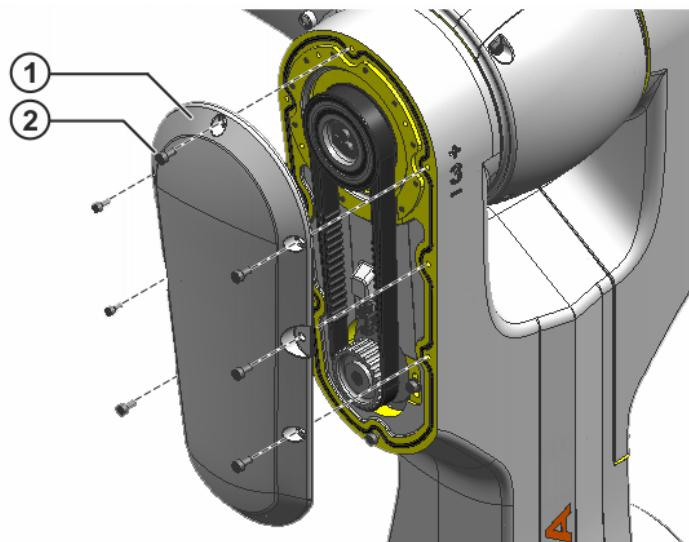

Abb. 9-3: Deckel A3 riemenseitig
- 9 Innensechskantschrauben M4x8-8.8 am Deckel A3 riemenseitig herausdrehen (>>> Abb. 9-3).